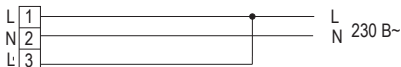

Рисунок 2
- присоединить подготовленные концы сетевого кабеля к винтовым зажимам клеммной колодки согласно маркировке (рисунок 2):
- 2) фазный некоммутированный проводник сети – подключить к контактному зажиму (L);;
- 3) нейтральный проводник сети – подключить к синему зажиму (N);